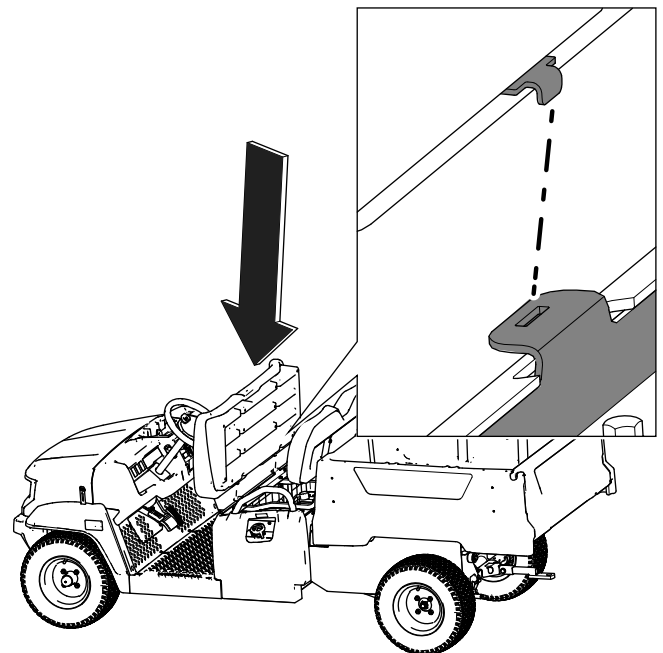

Figura 31
1. Coloque el cojín del asiento corrido sobre el soporte (Figura 31).